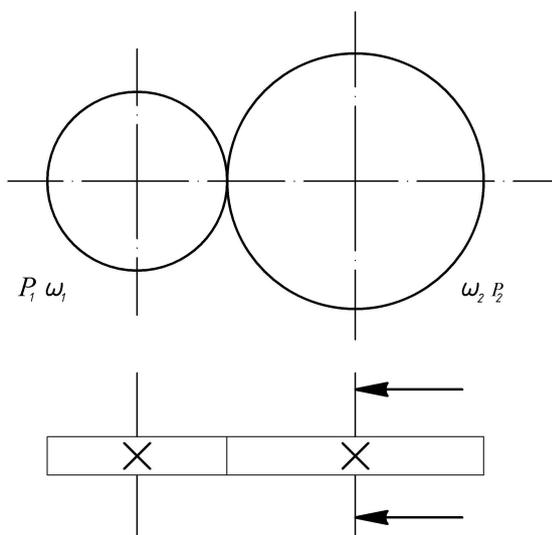

Рис. 2.3. Расчетная схема к задаче №3
3. Рассчитать цилиндрическую фрикционную передачу (рис. 2.3). Передаваемая ведущим колесом мощность P_1 , угловая скорость этого колеса ω_1 и угловая скорость ведомого колеса ω_2 приведены в табл. 2.3.